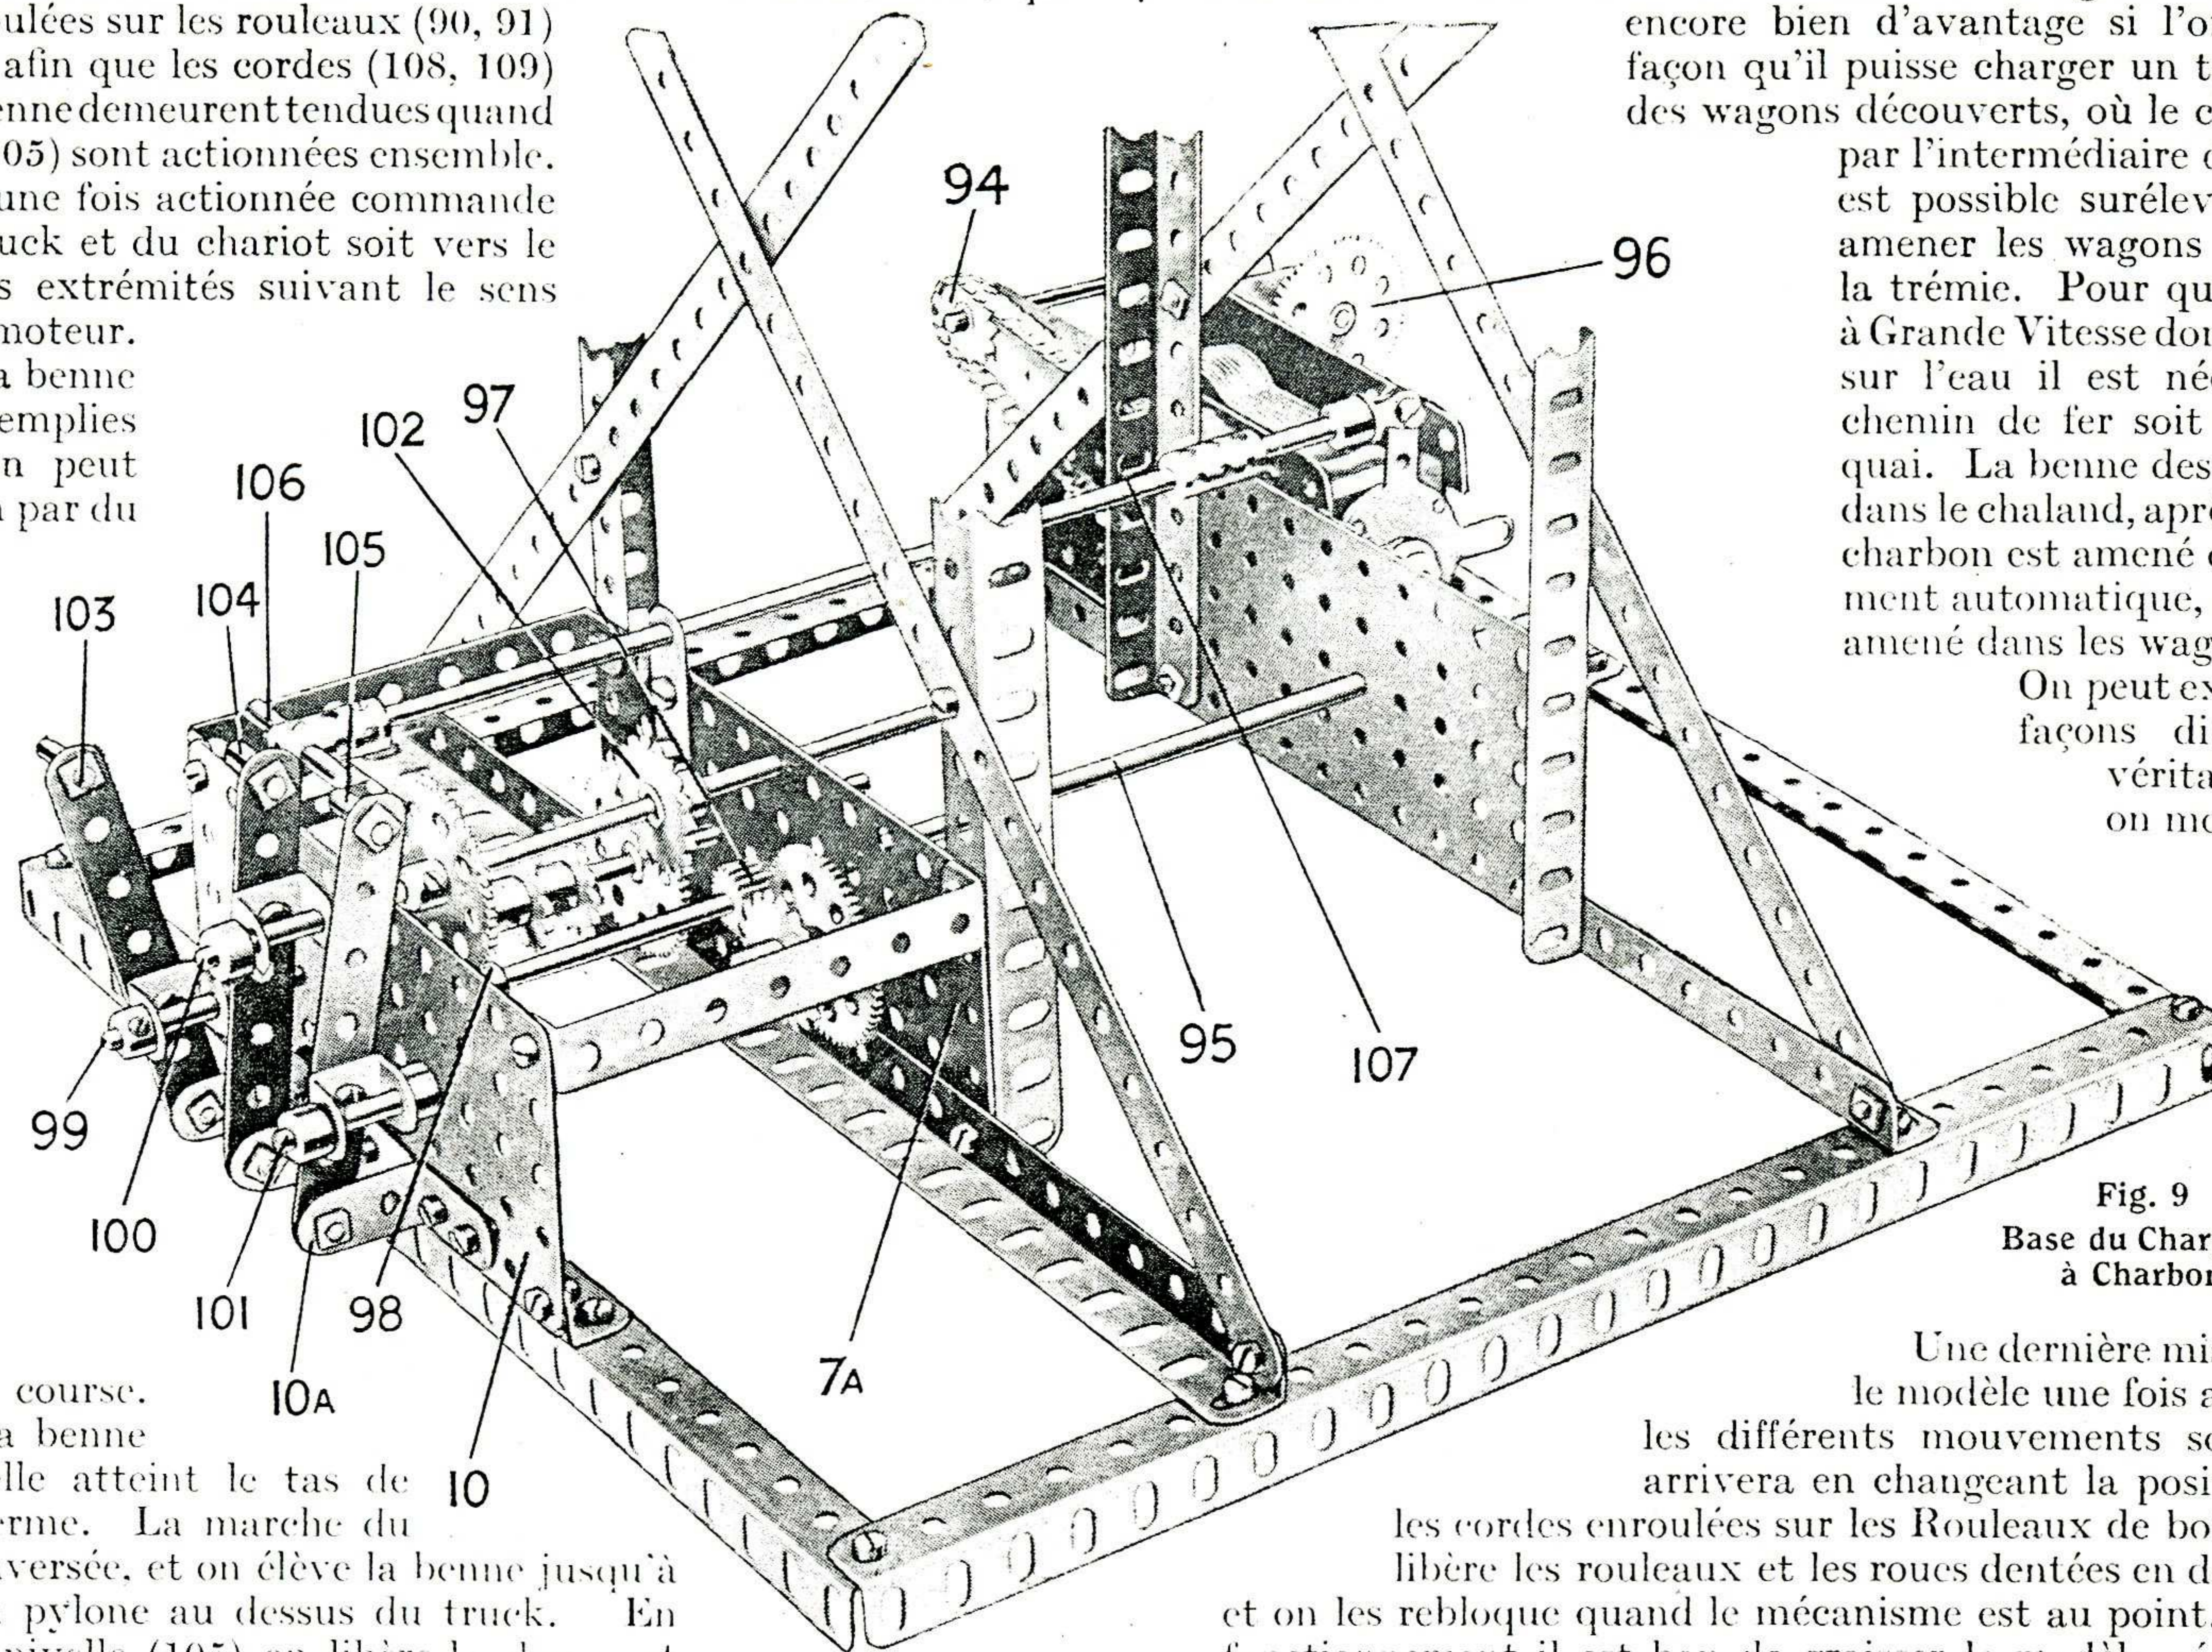

Fig. 9
La boîte à entrenages et les nombreuses commandes sont indiquées à la Fig. 9. Le dispositif du mécanisme est le suivant: une vis sans fin fixée à l'arbre de l'induit du moteur engrène avec une roue dentée de 57 dents (96), montée sur une tringle de 5 cm passée dans un support en U fixé sur la flasque du moteur. Un engrenage cône de 22 m/m (22) monté sur l'extrémité opposée de la tringle de 5 cm, engrène avec un engrenage cône semblable dont la tringle transmet le mouvement par l'intermédiaire d'une roue dentée de 19 m/m (94) à une roue dentée de 5 cm à l'extrémité d'une tringle de 29 cm (95). Cette tringle (95) passe au travers des plaques (7A) (10) et supporte deux pignons de 12 m/m (97, 98).